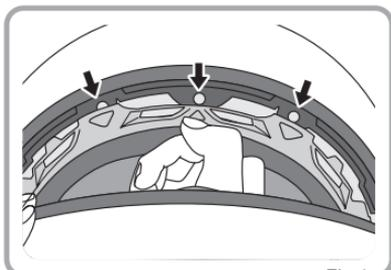

Fig.1
1. Desaperte as molas na zona da testa puxando-as como se mostra na Fig.1